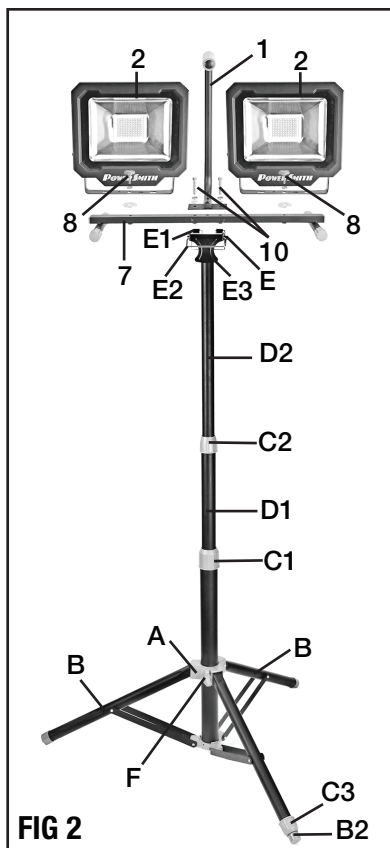

FIG 2
## RÉGLAGE DU TRIPODE (FIG. 2)
## FIXATION DE LA POIGNÉE DE TRANSPORT AU PIED (FIG. 2)
1. Placer la poignée de transport (1) à la verticale sur le pied (7).
2. Utilisez deux vis à tête hexagonale (10), des rondelles plates et des rondelles grower pour fixer la poignée sur le pied comme montré à la FIG. 2.
## FIXATION DES TÊTES DE LA LAMPE DE TRAVAIL AU PIED (FIG. 2 ET 3)
1. Placer le pied (7) sur une surface plane.
2. Se servir des boutons de verrouillage (8), de rondelles plates et à ressort pour fixer les deux têtes de la lampe de travail aux côtés du pied comme montré à la FIG. 2.
## FIXATION DE LA LAMPE DE TRAVAIL AU TRIPODE (FIG. 2, 4)